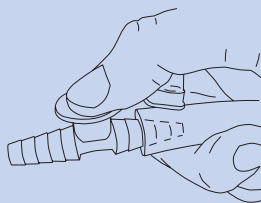

Abb. 21
2. Halten Sie die Öffnung des Absaugschlauchs (Abb. 1(I)) und des Fingertips (Abb. 21) zu.
2. Steuern Sie den Absaugvorgang und das gewünschte Vakuum mit der Nebenluftöffnung am Fingertip (Abb. 21)